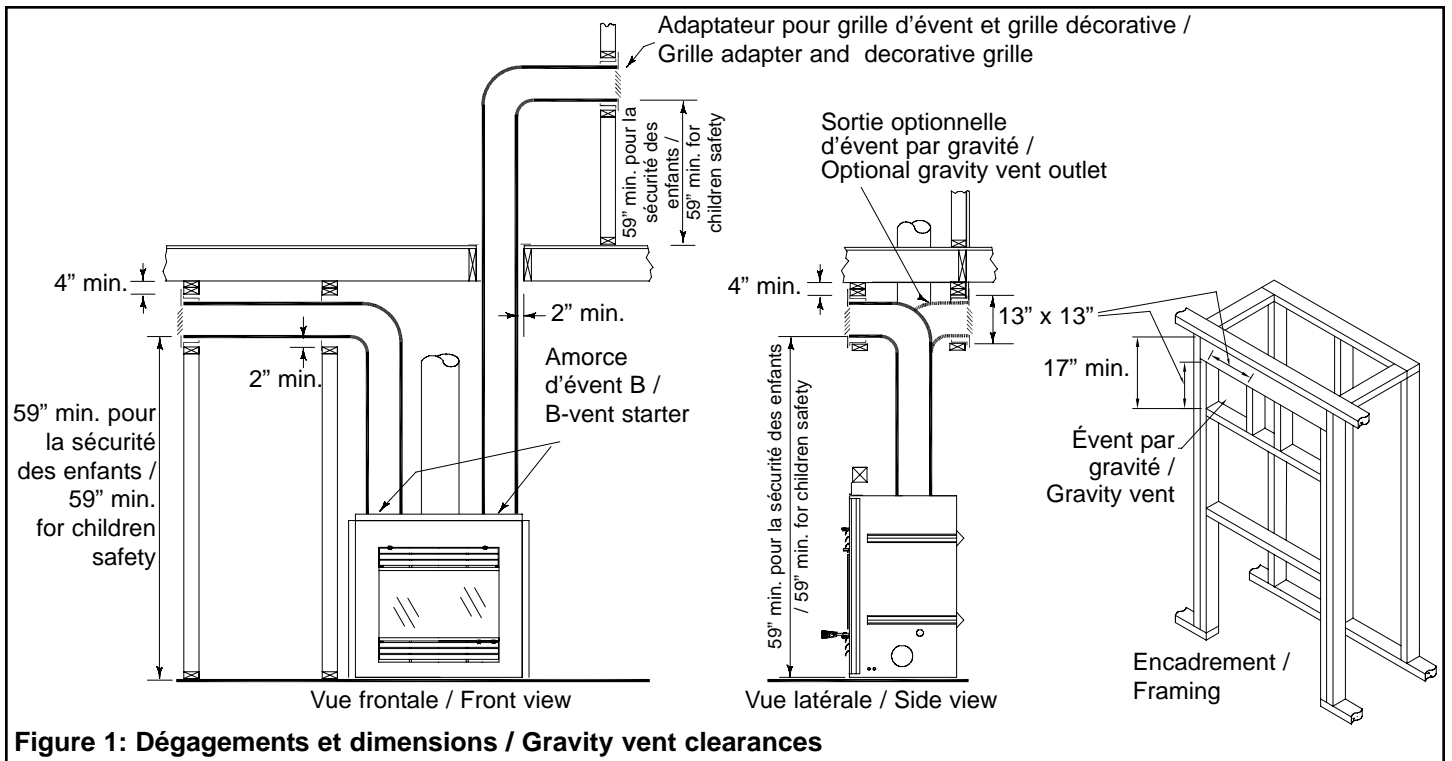

Figure 1: Dégagements et dimensions / Gravity vent clearances
1. En tout premier lieu, planifiez le parcours du conduit d'évent par gravité. Gardez à l'esprit que la longueur maximale du conduit, entre le foyer et la sortie, ne peut excéder 15 pieds. Il n'existe aucune limite quant au nombre maximal de coudes sur le parcours du système d'évent par gravité, par contre le conduit ne doit JAMAIS être orienté vers le bas car la chaleur y serait alors emprisonnée. La figure 1 indique les dimensions minimales de dégagement et d'encadrement. Le passage à travers un mur ou un plafond combustible requiert une ouverture minimale de 13" x 13".
1. Plan the gravity vent run first. Remember that the maximum duct length from the top of the fireplace to the outlet is 15 feet. There is no maximum number of elbows in a run, but the run must never go in a downward direction as this can trap heat in the gravity vent system. Figure 1 indicates the minimum clearances and framing dimensions. Passing through a combustible wall or ceiling requires a minimum 13" x 13" opening.